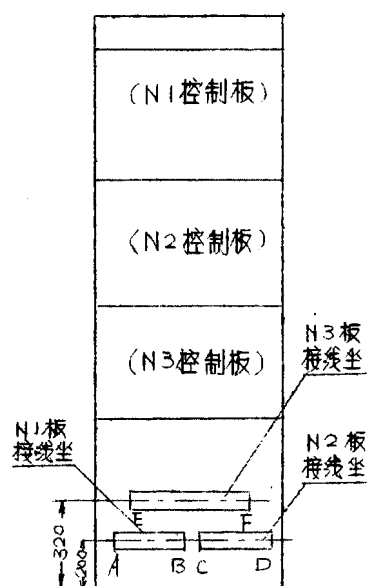

图 3
- (1) 四块宽度相同的控制板可组合在一个屏上。
- (2) 四块宽度不同的控制板可组合到一个屏上，组合后的屏宽与其中最宽的控制板的尺寸相同。
- (3) 如果用户要求将控制板上的接线坐移至屏的下口时，则此时只能组合三块控制板，留出一块控制板的变装空余用于变装接线坐。接线坐的移动位置按图3的规定。